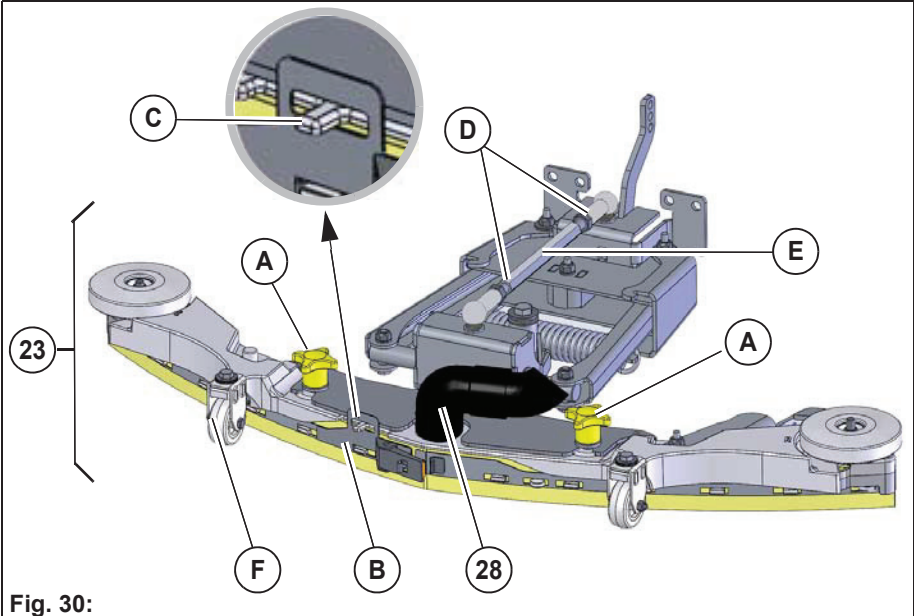
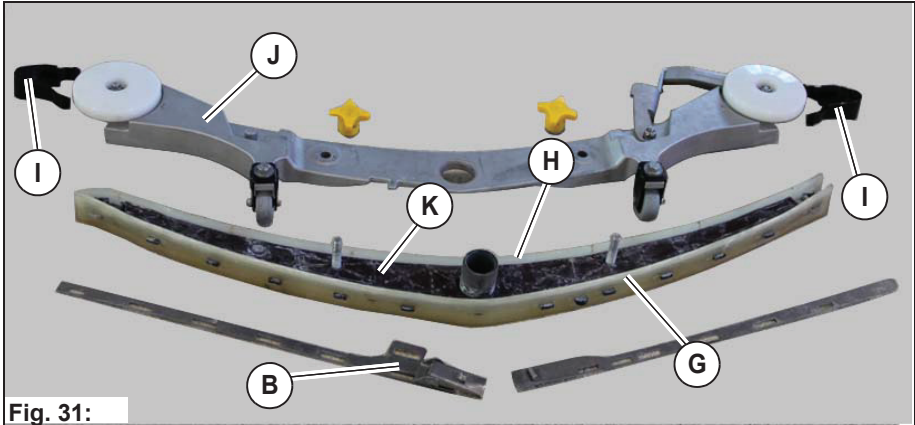

Fig. 30:
Fig. 31:
1. Extraire le tuyau d'aspiration **Fig. 30-28**, desserrer les deux poignées-étoiles **Fig. 30-A** et retirer le pied d'aspiration.
Contrôler une fois par semaine que la bande d'étanchéité **Fig. 31-G** et la bande à fente **Fig. 31-H** du pied d'aspiration ne présentent pas de signe d'usure et qu'elles sont en bon état. Si le bord d'étanchéité de la bande d'étanchéité est usé ou endommagé, celle-ci doit être retournée ou remplacée. Chaque bande d'étanchéité peut être utilisée quatre fois avant de devoir être remplacée.
2. Desserrer les poignées-étoiles **Fig. 30-A** et retirer le pied d'aspiration.
3. Comprimer les capuchons de protection **Fig. 31-I** et les retirer.
4. Défaire la bande de serrage **Fig. 31-B** et l'enlever de l'élément de verrouillage **Fig. 30-C**.
5. Tirer le corps en aluminium **Fig. 31-J** vers le haut.
6. Retirer la bande d'étanchéité **Fig. 31-G** et la bande à fente **Fig. 31-H** du corps en plastique **Fig. 31-K**.
2. Desserrer les contre-écrous **Fig. 30-D** et régler le pied d'aspiration en tournant la tige filetée **Fig. 30-E** de telle manière que les extrémités des bandes d'étanchéité soient tout juste en contact avec le sol.